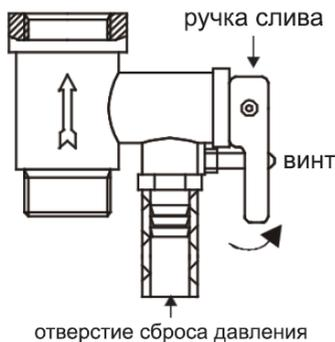

Рисунок 6
4. На входной патрубок, обозначенный голубым цветом и стрелкой направления течения воды, накрутите предохранительный клапан так, чтобы течение воды совпадало с направлением стрелки на корпусе клапана. На отверстие сброса давления предохранительного клапана (см. рисунок 6) оденьте дренажную трубку\* для отвода воды (возможно появление при нагревании) в канализацию (трубку необходимо направить строго вниз, запрещено перегибать её).
клапана и перевести ручку слива в верхнее положение, при этом кран выхода горячей воды должен быть открыт, а кран подачи холодной воды в водонагреватель должен быть перекрыт (см. рисунок 6). Из отверстия сброса давления предохранительного клапана потечет вода.